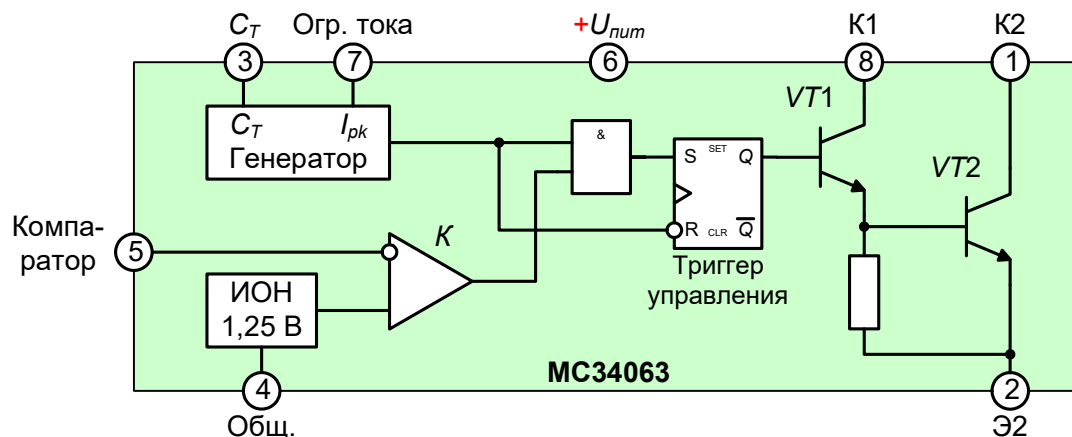

Рис. 4.2. Функциональная схема конвертора постоянного напряжения MC34063 (1156EY5)
Другой ИС, используемой в лабораторной работе, является DC-DC конвертер MC34063 компании STMicroelectronics (отечественный аналог 1156EY5). Микросхема содержит (рис. 4.2): температурно-компенсированный ИОН, компаратор, управляющий длительностью импульсов генератора с цепью ограничения тока, предвыходной транзистор (драйвер) и мощный выходной ключ. От генератора на схему управления поступают импульсы, скважность которых зависит от сигнала схемы ограничения по току. Также на схему управления подается сигнал обратной связи с компаратора К. Он производит сравнение напряжения обратной связи с напряжением внутреннего ИОН. Стабильность параметров выходного напряжения ИС обеспечивает ИОН.
7. Объясните назначение и принцип работы импульсного преобразователя MC340763 по его функциональной схеме (рис. 4.2).